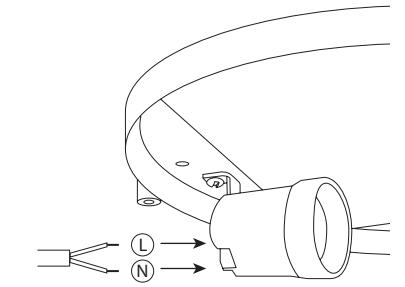

Рис. 2
- Присоедините концы кабеля к патрону светильника в соответствии с маркировкой (Рис. 2).